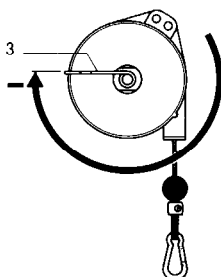

Fig. 4
- Når den er i drift må ikke kabelen trekkes ut i full lengde. Den må stoppe minst 50mm for den laveste grensen for bevegelsesdistanse. Om nødvendig justeres klemmen 16 for å begrense den oppadgående bevegelsesdistanse (Fig. 4).
- Durante o funcionamento, o cabo não pode desenrolar o seu comprimento total. Ele deve parar pelo menos 50mm antes do limite inferior do curso. Se necessário, ajuste a braçadeira 16 para limitar o curso ascendente. (Fig 4).